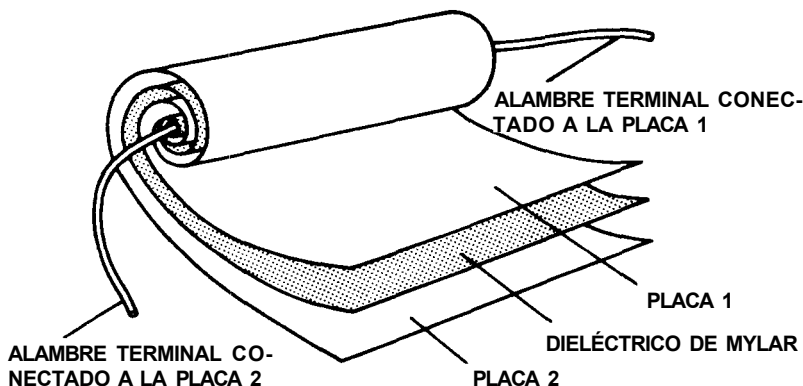

Fig. 12-6. Construcción básica de un capacitor de mylar.
**Capacitores de mylar.** Un capacitor de mylar se construye con placas de hojas metálicas delgadas y un dieléctrico de mylar. Éstos se cortan en largas y estrechas tiras y se enrollan juntas, formando un cuerpo compacto (Fig. 12-6). Los valores de capacitancia van de 0.001 a 1 microfarads. Los voltajes de trabajos nominales llegan a alcanzar los 1 600 volts.